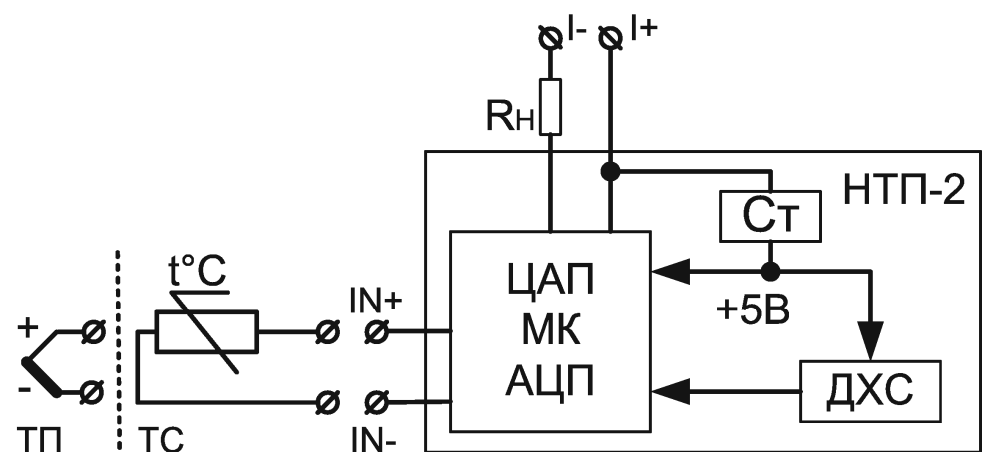

Рисунок 1 – Структурная схема преобразователя, клеммы преобразователя и схема подключения датчиков
3.1.1 Структурная схема преобразователя представлена на рис. 1.